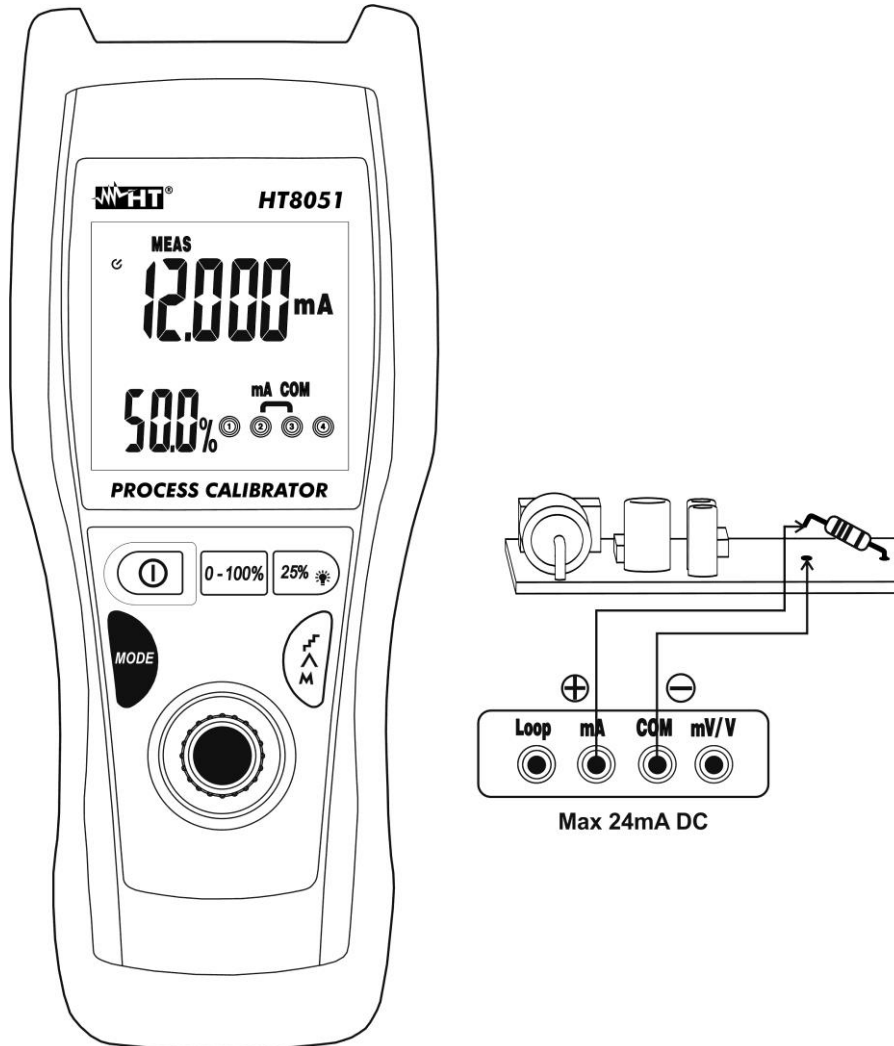

Abb. 5: DC Strommessung
4. Schalten Sie die grün und die schwarze Messleitung in Reihe mit dem Kreis, dessen Strom Sie messen möchten, und dabei achten Sie auf die Strompolarität und -richtung (siehe Abb. 5)
6. Die **"-OL-"**-Meldung gibt an, dass der zu messende Strom den maximalen Wert, der mit dem Gerät gemessen werden kann, überschreitet. Das Instrument führen keine Spannungsmessungen mit entgegengesetzter Polarität gegenüber dem Anschlußteil in Abb. 5. Der Wert "0.000" wird im Display angezeigt.